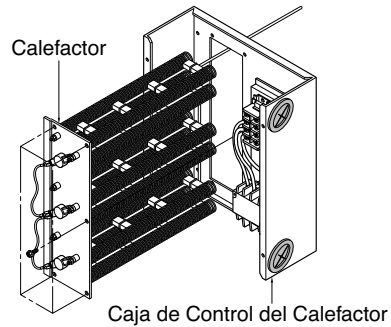

Figura 3
4. Alinear los hoyos y asegurar los tornillos a la caja de control como se muestra en la Figura 3.
7. Para la instalación de los calefactores de dos filas, alinear los hoyos y asegurar los tornillos a la caja de control como se muestra en la Figura 3.